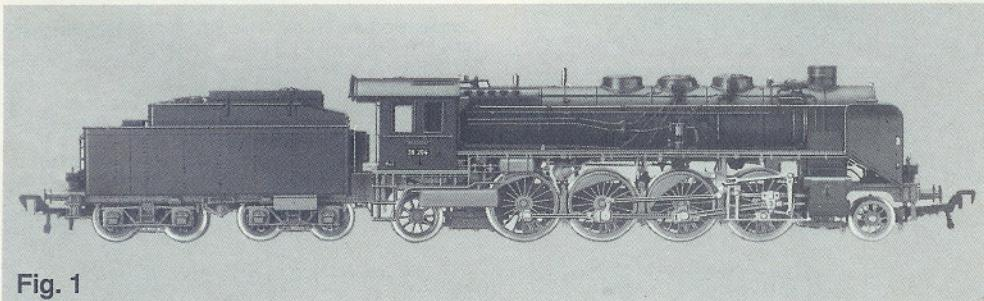

Fig. 1
**Vorbild: Personenzuglokomotive BR 390-2 (pr. P 10).** Von 1922—1927 wurden an die Deutsche Reichsbahn Gesellschaft (DRG) 260 Lokomotiven der Baureihe pr. P 10 geliefert. Bei der DRG als BR 390-2 bezeichnet, wurden sie von den Firmen Borsig, Henschel und anderen deutschen Lokomotiv-Fabriken gebaut. Als Bauart 1'D1'h3, Gattung P 46.19 hatte die Lok eine Reibungslast von 75 Mp. Bei einer Leistung von 1620 PSi konnte die Lok eine Höchstgeschwindigkeit von vorwärts 110 km/h und rückwärts 50 km/h fahren. Ursprünglich im schweren Schnellzug-Dienst tätig, wurde sie später für den Eil- und Personenverkehr eingesetzt. Bei der Deutschen Bundesbahn (DB) war diese Baureihe bis 1967 im Einsatz. Eine Lok ist im Werks-Museum der Fa. Hofmann-Linke-Busch erhalten, eine zweite steht nach Restaurierung im Verkehrsmuseum Nürnberg (Fig. 1).
**Prototype: Locomotive for Passenger Traffic Class 390-2(pr. P 10).** Between 1922 and 1927, 260 locomotives of the Class pr. P 10 were delivered to the Deutsche Reichsbahn Company (DRG). Designated as Class 390-2 by the DRG, they were constructed by the firms of Borsig and Henschel as well as other German locomotive manufacturers. As a 2-8-2 wheel configuration loco, they developed 1620 PSi, and could run at a top forward speed of 110 km/h, and 50 km/h in reverse. Originally used to haul heavy express trains, they were later to be seen in service for fast passenger traffic. Locos of this class were still in operation with the Deutsche Bundesbahn (DB) until 1967. One loco is still in the works museum of the firm Hofmann-Linke-Busch, and a second can be seen after its restoration in the Nürnberg Transport Museum (fig. 1).
**Modèle: Locomotive pour trains de voyageurs BR 390-2(pr. P 10).** Entre 1922 et 1927, 260 locomotives de la série prusienne P 10 furent livrées à la Deutsche Reichsbahn Gesellschaft (DRG). Désignée BR 390-2 à la DRG, elle fut construite par les Firmes Borsig, Henschel et même temps que d'autres constructeurs allemands de locomotives. Du type 1'D1'h3, série P 46.19, la locomotive présentait une charge d'adhérence de 75 Mp. D'une puissance de 1620 CV, la locomotive atteignait 110 km/h en avant pour avoir 50 km/h en marche arrière. A l'origine destinée au service de train rapides lourds, elle fut affectée par après à la traction de trains directs voyageurs. Elle fut maintenu en service à la Deutschen Bundesbahn (DB) jusqu'en 1967. Une locomotive se trouve dans le Musée des Usines Hofmann-Linke-Busch, tandis qu'une deuxième est exposée, après restauration, au Musée des Communications de Nürnberg (fig. 1).
**Voorbeeld:** Reizigerstrein-locomotief Baureihe 390-2 (pr. P 10). Tussen 1922 en 1927 werden aan de Deutsche Reichsbahn Gesellschaft (DRG) 260 locomotieven van het type Pruisische P 10 geleverd. Bij de DRG kregen ze nummers in de Baureihe 390-2. De fabrikanten waren Borsig, Henschel en nog enkele andere locomotiefbouwers. De locs kregen de betiteling 1'D1'h3, type P 46.19 en ze hadden een adhesiegewicht van 75 ton. Met een vermogen van 1620 kW kon de loc een snelheid volhouden van 110 km/h vooruit rijdend, achteruit was de snelheid beperkt tot 50 km/h. De serie reed in het begin alleen zware goederentreinen, maar kwam later ook voor reizigerstreinen te staan. Bij de Deutsche Bundesbahn (DB) deed de serie dienst tot 1967. Een loc staat nu in het Verkehrsmuseum van Neurenberg (fig. 1).
**Förebild:** Personätslokomotiv ltt. 390-2 (pr. P 10). Från 1922-1927 levererades till Deutsche Reichsbahn Gesellschaft (DRG) 260 lokomotiv av typ pr. P 10. De beteknades som ltt. 390-2 hos DRG, byggdes av firmorna Borsig, Henschel och andra tyska lokomotivfabriker. Som byggtyp 1'D1'h3, utförande P 46.19 hade loket en tägkraft av 75 Mp. Vid en effekt av 1620 hk kunde det köra med en max. hastighet av 110 km/h framåt och 50 km/h bakåt. Ursprungligen gick det i tung snälltägstdistans, senare senaste in llt- och personatgstrafik. Hos Deutschen Bundesbahn (DB) var denna typ i trafik fram till 1967. Ett lok har behållits på fabriksmuseet på firman Hofmann-Linke-Busch, ett annat står efter restaurering på trafikmuseet i Nuernberg (fig. 1).
**Modello:** Locomotiva con tender BR 390-2 (pr. P 10). Tra il 1922 e il 1927 furono consegnate alle DRG 260 locomotive della serie pr. P 10. Confrassegnate con il numero di serie BR 390-2 queste locomotive furono costruite dalle ditte Borsig, Henschel e altre fabbriche tedesche di locomotive. Con la serie di costruzione 1'D1'h3, categoria P 46.19, questa locomotiva aveva una forza di trazione di 75 Mp. Con una potenza massima di 1620 PSi, poteva raggiungere una velocità massima di 110 km/h avanti e 50 km/h indietro. Originariamente questa locomotiva veniva adibita per l'esercizio di treni merci pesanti, in seguito fu impiegata anche per il trasporto passeggeri. Presso le DB questa serie fu in servizio fino al 1967. Una locomotiva di questa serie si trova nel Museo della ditta Hofmann-Linke-Busch, una seconda locomotiva è in fase di ristrutturazione presso il Museo di Norimberga (fig. 1).